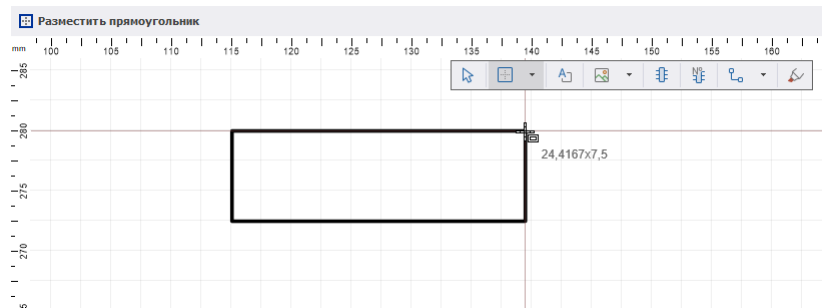

Рис. 304 Построение прямоугольника
3. Переместить курсор в другую точку. Система выстроит предполагаемый вид прямоугольника на основе зафиксированной точки и текущего положения курсора, см. Рис. 304.